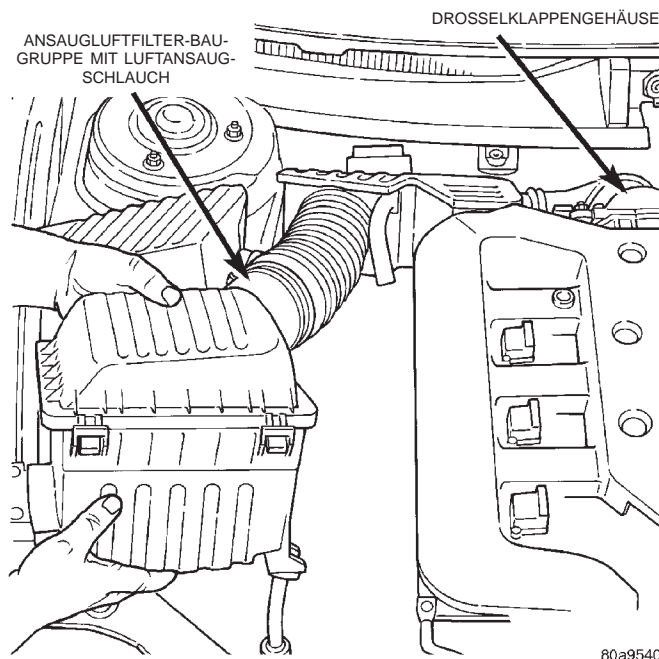

Abb. 12 Ansaugluftfiltergehäuse und Luftansaugschlauch
(1) Das Minuskabel (-) am externen Überbrückungsanschluß abklemmen.
(2) Das Ansaugluftfiltergehäuse und den Luftansaugschlauch abbauen (Abb. 12).
(3) Den Gaszug und den Seilzug/Tempomat am Drosselklappenhebel und an der Halterung aushängen.
(4) Die Steckverbinder an folgenden Fühlern und Stellantrieben abklemmen (Näheres zur Einbaulage der Bauteile siehe Kapitel 14, "Kraftstoffanlage"):
(5) Die Unterdruckschläuche von folgenden Einrichtungen abziehen: